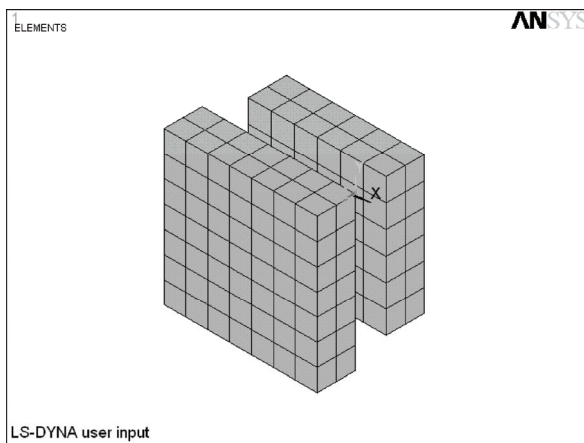

图 5-241 网格划分结果显示
13) 选择 Utility Menu | Plot | Elements 命令, 屏幕上将显示网格划分结果, 如图 5-241 所示。